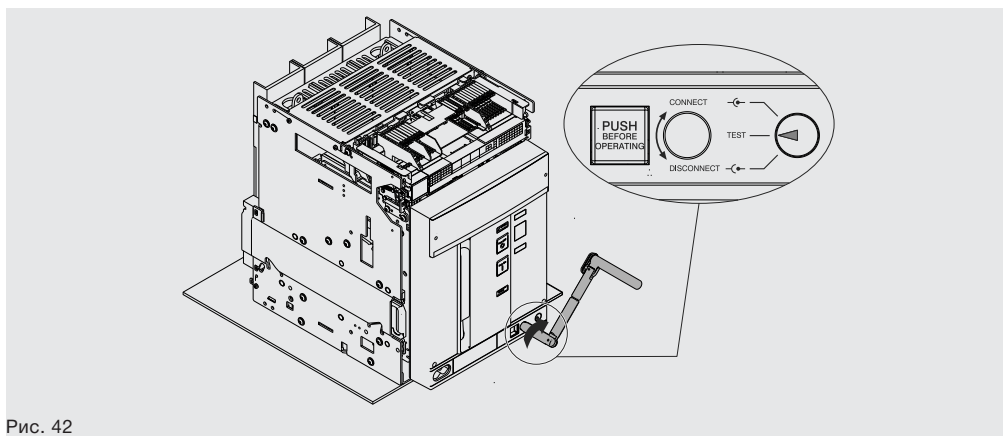

Рис. 42
9. Вращайте рукоятку по часовой стрелке до тех пор, пока кнопка «Push before operating» не выщелкнет, а индикатор не покажет, что автоматический выключатель находится в положении «**Выкачен для тестирования (TEST)**». См. Рис. 42.